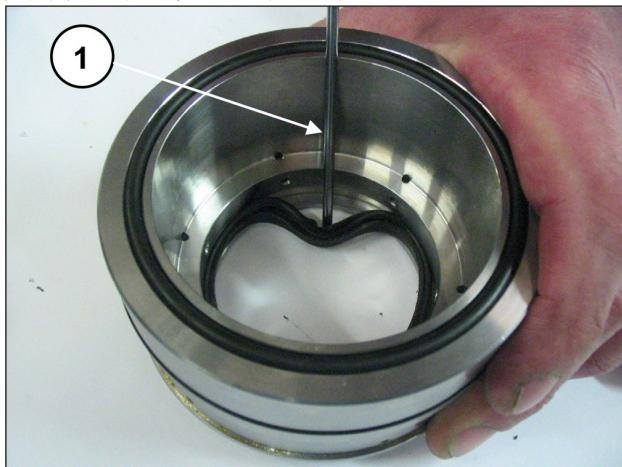

图 195
要拆除低压密封圈，必须使用厚度计或不会损坏密封圈底座底部的工具（位置①，图 195）。